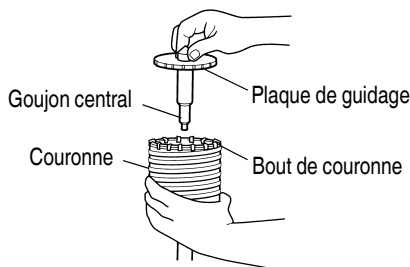

Fig. 26
- (3) Introduire le goujon central dans la plaque de guidage jusqu'à ce qu'il arrête.
(4) Engager la plaque de guidage dans la couronne et tourner la plaque de guidage à gauche ou à droite de manière à ce qu'elle ne puisse pas tomber, même si elle orientée vers le bas. (Fig. 26)